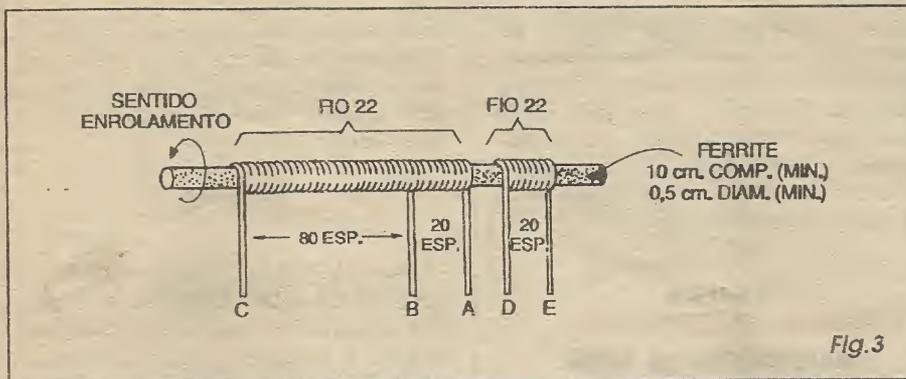
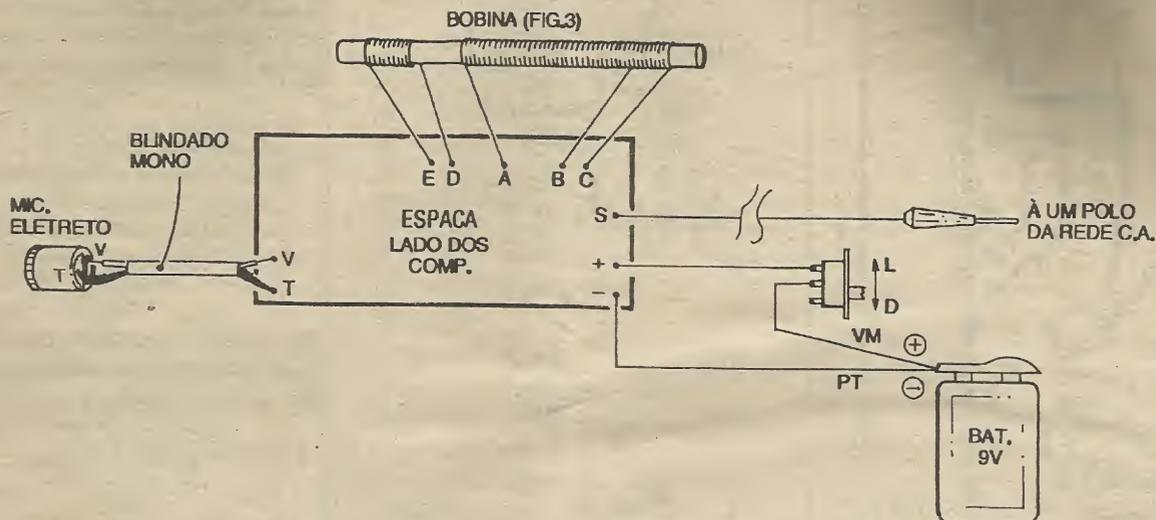

Fig. 3
Fig. 5
**- FIG. 5 - CONEXÕES EXTERNAS À PLACA** - No diagrama, o impresso continua visto pela sua face não cobreada, porém agora mostrando especificamente as ligações e componentes que ficam *fora* da placa... Embora todas muito simples, exigem uma certa atenção: a polaridade da alimentação, sempre com o fio **vermelho** indicando o **positivo** (ao ponto (+) da placa...) e o fio **preto** codificando o **negativo** (ao ponto (-) da placa...), a identificação dos terminais **vivo (V)** e **terra (T)** do microfone de eletreto, e suas respectivas ligações aos pontos **V-T** da placa, via cabo blindado mono, curto (no qual o condutor central representa o **vivo**, enquanto que a malha indica o **terra**...). O fio de saída (ponto **S**) vai ao plugue *banana* para conexão a um dos polos da tomada C.A., conforme detalhes mais adiante... O principal ponto a ser observado nas conexões externas, contudo, refere-se às ligações da bobina (rever **FIG. 3**), cuja identificação de terminais deve ser rigorosamente respeitada quanto aos fios **A-B-C-D-E-F** e correspondentes pontos da placa... É importante que a fiação entre bobina e placa fique tão curta quanto o permitirem as soldagens e acomodações gerais, de modo que a bo-